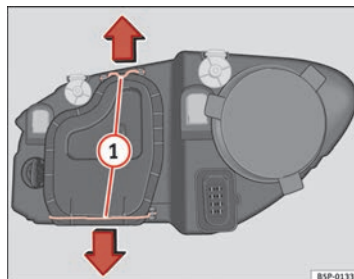

Abb. 187 Abblendlicht
- Die Streben ⇒ Abb. 187 **1** in Pfeilrichtung verschieben und den Deckel abnehmen. ►